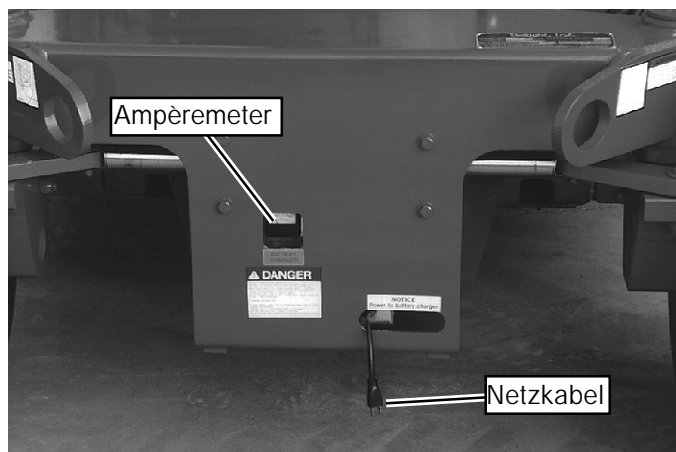

Abbildung 7: Batterie-ladegerät
3. Verlängerungskabel (mindestens 1,5 mm² [US-Kabelstärke Nr. 12] stark und maximal 15 m [50 Fuß] lang) mit dem Stecker des Ladegeräts verbinden, der sich hinter der Öffnung vorn am Fahrwerk befindet (siehe Abbildung 7). Verlängerungskabel dann an eine einwandfrei geerdete Steckdose mit der richtigen Spannung und Frequenz anschließen.